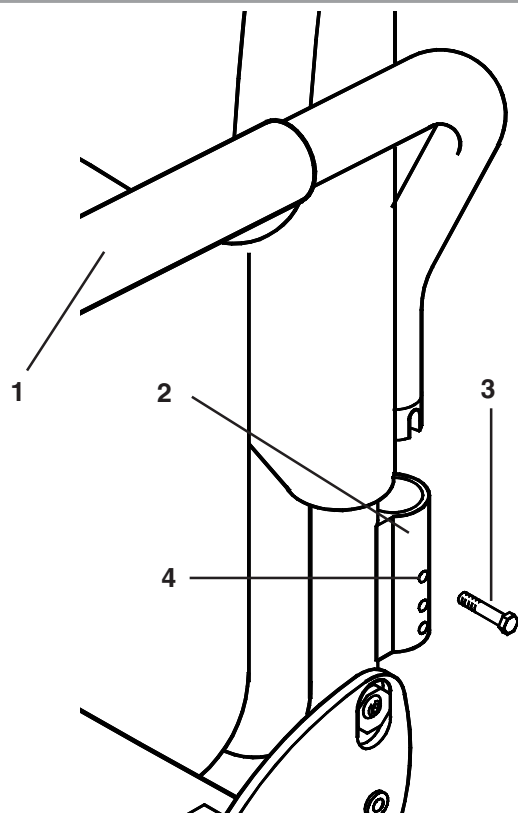

Fig. 29
La hauteur des accoudoirs escamotables peut être modifiée (Fig. 29). Retirer l'accoudoir (1) du logement (2). Retirer la vis de réglage de la hauteur (3) en utilisant une clef plate de 10 mm et la repositionner dans le trou taraudé requis (4) puis resserrer. Serrer jusqu'à 8-10Nm